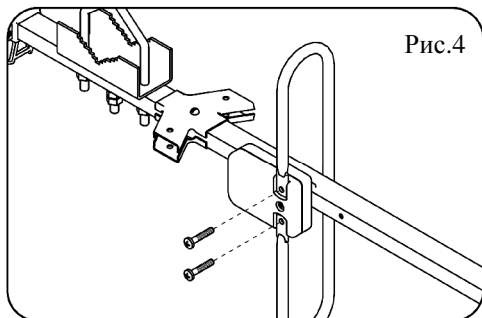

Рис.4
5.6. Установить петлевой вибратор в следующей последовательности (рис.4):